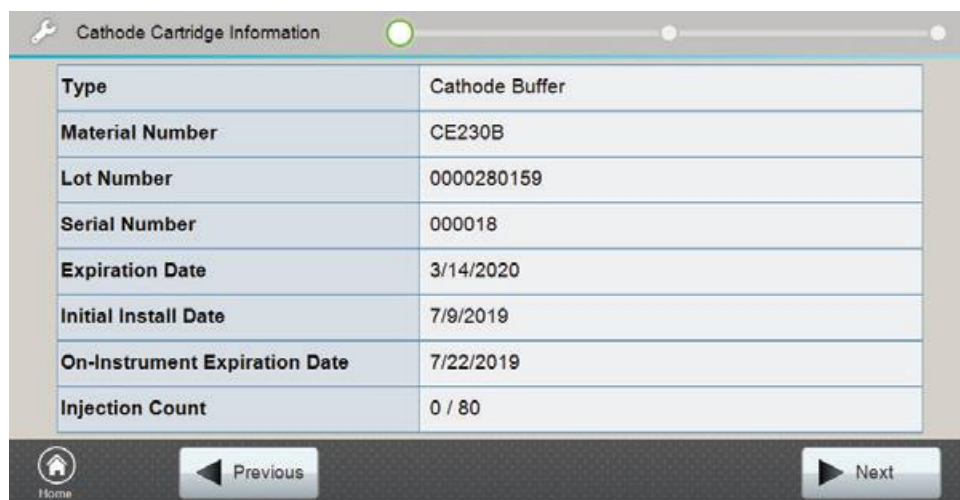

図 23 Cathode Cartridge Information 画面
- Spectrum Compact CE システムに接続しているバーコードスキャナーでカソードバッファークートリッジのバーコードを読み込んでください。バーコードを読み込むと設置されたカソードバッファークートリッジの情報が Cathode Cartridge Information 画面（図 23）に表示されます。